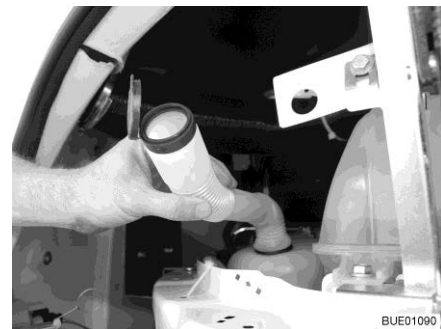

Fig. 53 Bocchettone di riempimento in posizione di riempimento
- Ruotare il tubo flessibile in modo che l'apertura di rifornimento indichi verso l'alto (Fig. 53).